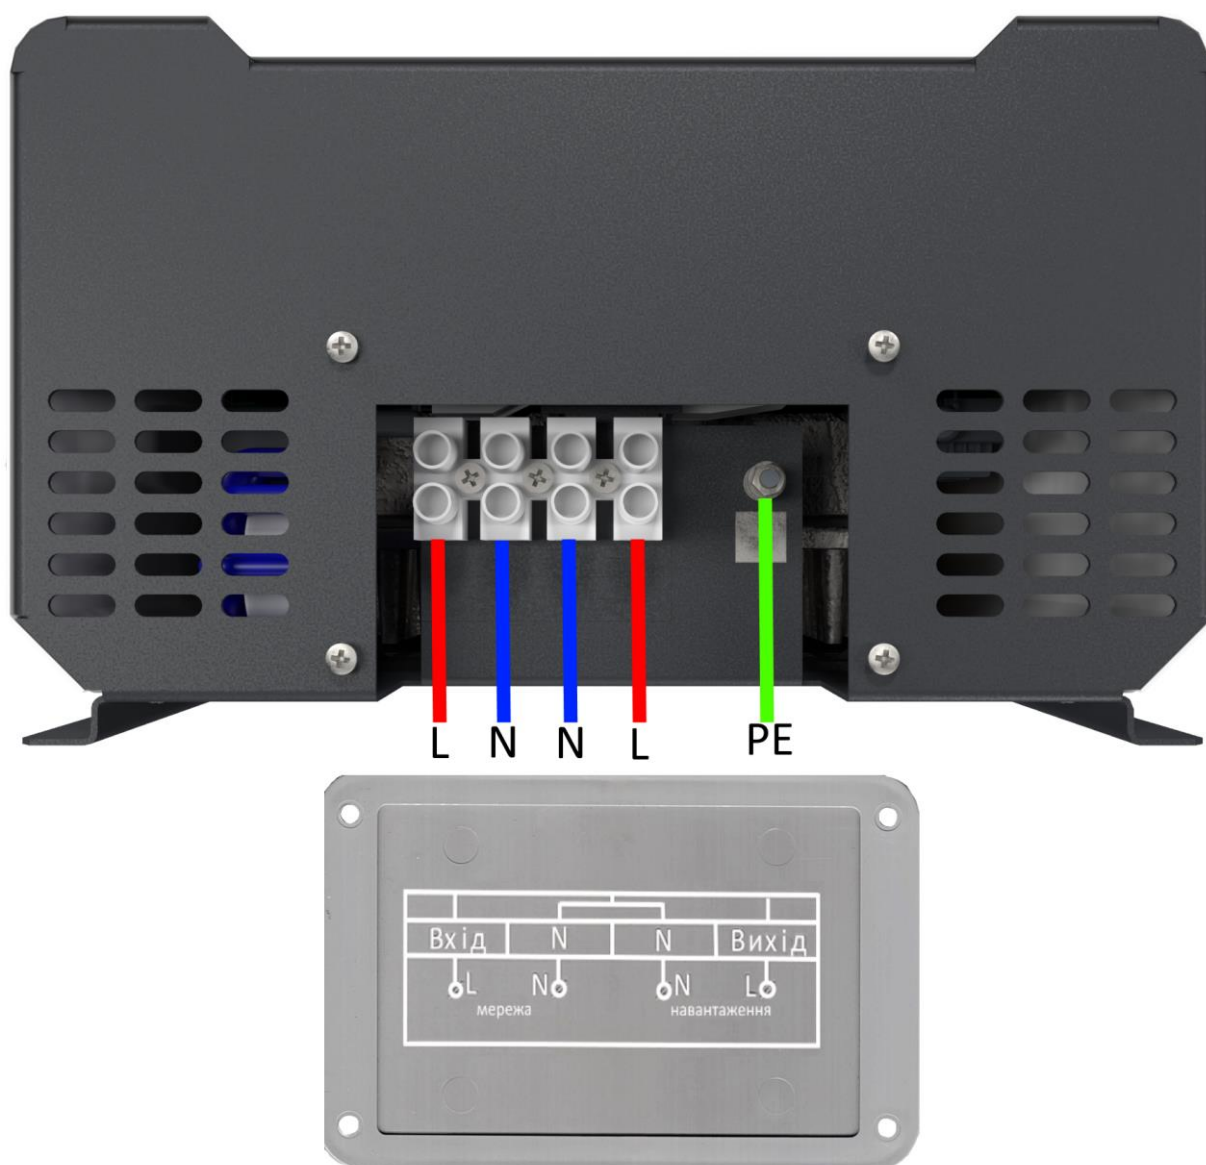

Рисунок 8. Схема підключення стабілізатора
2. За допомогою викрутки відкрити 4 гвинти захисної кришки з нижньої частини стабілізатора для доступу до клемної колодки (див. рисунок 8).